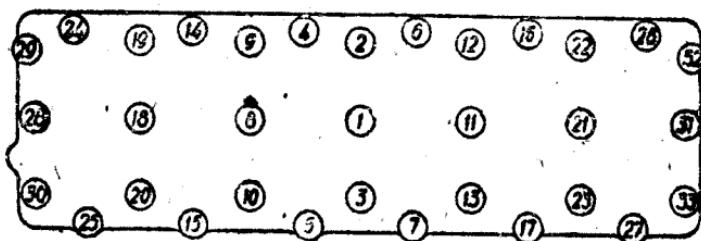

图3 校紧气缸盖螺帽的次序
7. 行驶250和500公里后，要按照图3所示的上紧次序，校紧发动机气缸盖坚固螺柱的螺帽。进行这一工序时，应当用专用扳手（附于随车工具内）以35~40公斤的力均衡而调匀地校紧。